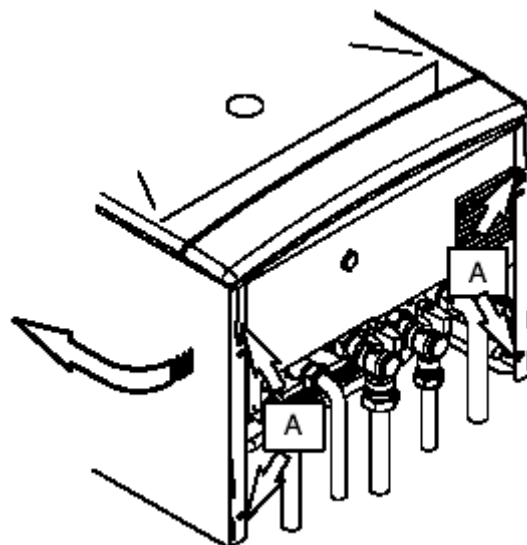

Fig. 9.2. Vista pelo lado inferior
2. Desapertar os parafusos “A” na fig. 9.2. e retirar os painéis laterais, empurrando-os para cima, de modo a que soltem dos ganchos superiores.